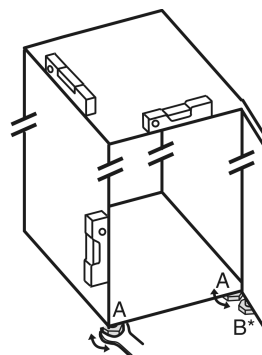

Fig. 4
- ▶ Nóżki Fig. 4 (A) wykręcić przy pomocy dołączonego klucza płaskiego oraz wyrównać przy pomocy poziomicy, aż urządzenie będzie ustawione stabilnie i równo.
- ▶ Nóżkę Fig. 4 (B) wykręcić z dolnej płytki zawiasu przy pomocy dołączonego klucza płaskiego, aż będzie przylegać do podłoża.
- ▶ Nóżkę Fig. 4 (B) obrócić o 90°.